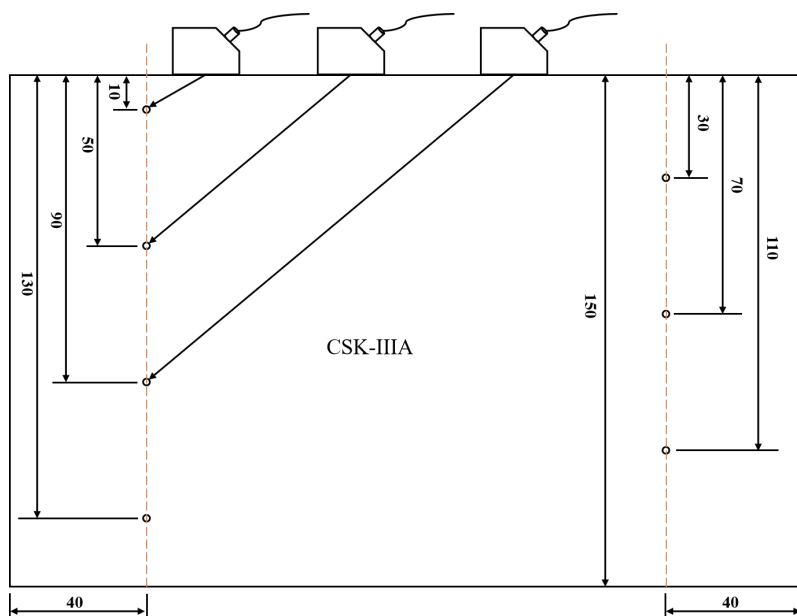

图 4.4 绘制 DAC 曲线时斜探头放置区域
①常用功能界面中，点击【曲线功能】，点击功能状态栏上的【制作】，仪器进入 DAC 曲线的测试点采取，屏幕左上角出现“测试点 0”；
②将斜探头放置在 CSK-III A 试块上，对准试块上的反射孔，缓慢移动探头直至找出该孔的反射回波，如图 4.4 所示；
③移动闸门 A 锁住该回波，通过微调探头位置，找出该回波幅度的最大值所在的位置，按住斜探头；
④点击【下一点】，测试点采集成功并进入下一点采样，此时探伤状态区显示出“测试点 1”；